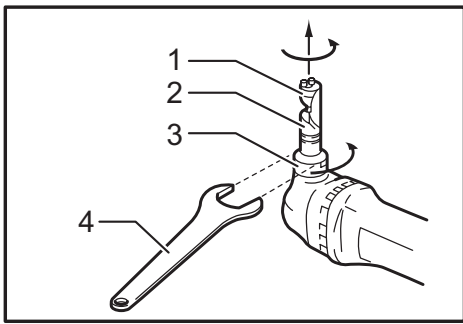

Fig.1
► **Fig.1:** 1. Die 2. Die holder 3. Lock nut 4. Wrench